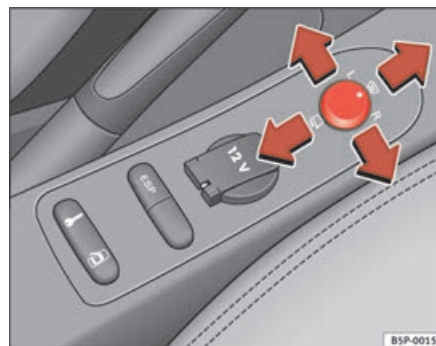

Fig. 91 Interruptor dos espelhos exteriores
1. Rodar o botão giratório ⇒ fig. 91 para a posição L (espelho retrovisor exterior da esquerda).
- Gire o comando para a frente, na posição central ⇒ **página 130, fig. 91** , para que os retrovisores térmicos aqueçam e a função de vidro pára-brisas aquecível* na zona de repouso das escovas, fique activa ⇒ página 126.
- Rodar o botão ⇒ **página 130, fig. 91** para a posição  para dobrar os espelhos exteriores para dentro. Antes de entrar numa instalação de lavagem automática, dobrar sempre os espelhos exteriores para dentro, a fim de evitar danos.